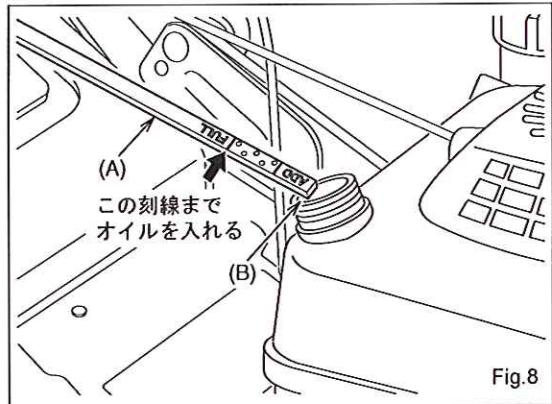

Fig.8
(1) 給油プラグ(オイルキャップ)の回りをきれいに清掃して下さい。
(2) 給油プラグをゆるめて給油口(B)から取り外し、オイルゲージ部分(A)をきれいな布で拭いて下さい。(Fig.8)
(3) 給油プラグを給油口に差し込み、すぐ引抜いてオイルゲージに付着したエンジンオイルを見てエンジンオイル容量を点検します。
オイル補給量はオイルゲージの“FULL”の位置にオイルが来るようにして下さい。(Fig.8)